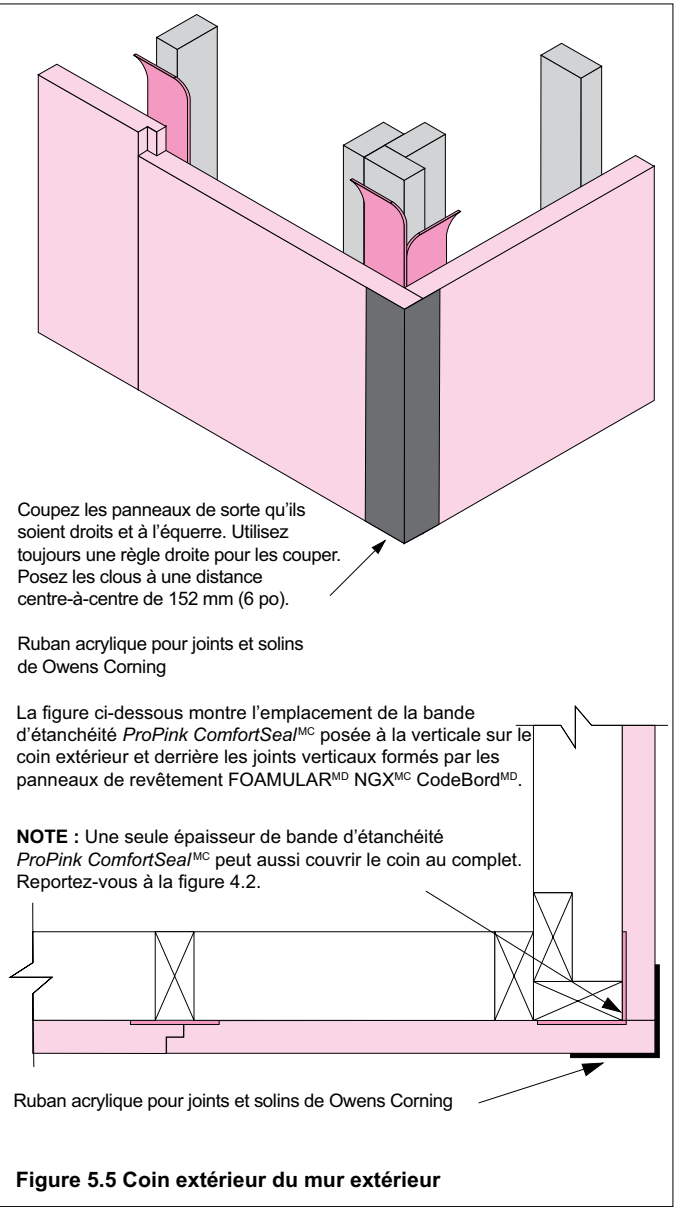

Figure 5.5 Coin extérieur du mur extérieur
2. Comme deuxième solution de rechange, les murs doivent être revêtus suivant les exigences. Le prolongement doit être omis et revêtu lorsque le mur a été mis en place par relèvement. Pour poser le dernier panneau de coin, cette deuxième solution peut nécessiter l'utilisation d'échelles ou d'échafaudages. Reportez-vous à la figure 5.5.